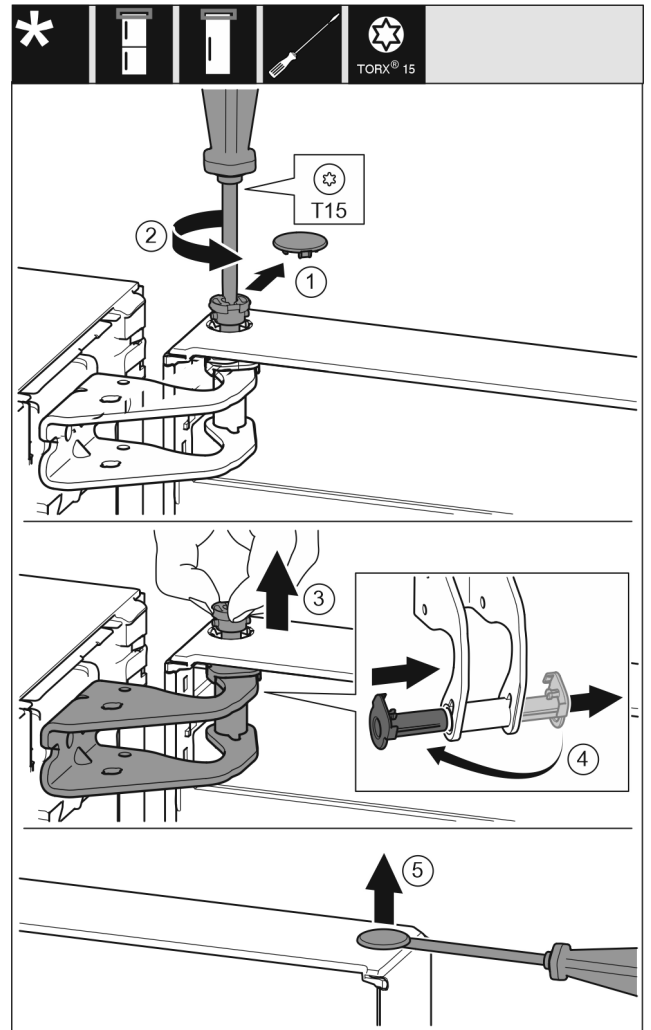

Fig. 7
- ▶ Retire la cubierta del seguro con cuidado. Fig. 7 (1)
- ▶ Desenrosque un poco el perno con el destornillador T15. Fig. 7 (2)
- ▶ Sujete la puerta y extraiga el perno con los dedos. Fig. 7 (3)
- ▶ Extraiga el casquillo de cojinete de la guía. Introdúzcalo y encájelo por el otro lado. Fig. 7 (4)
- ▶ Levante cuidadosamente el tapón del casquillo de cojinete de la puerta con un destornillador para tornillos de cabeza ranurada y extráigalo. Fig. 7 (5)